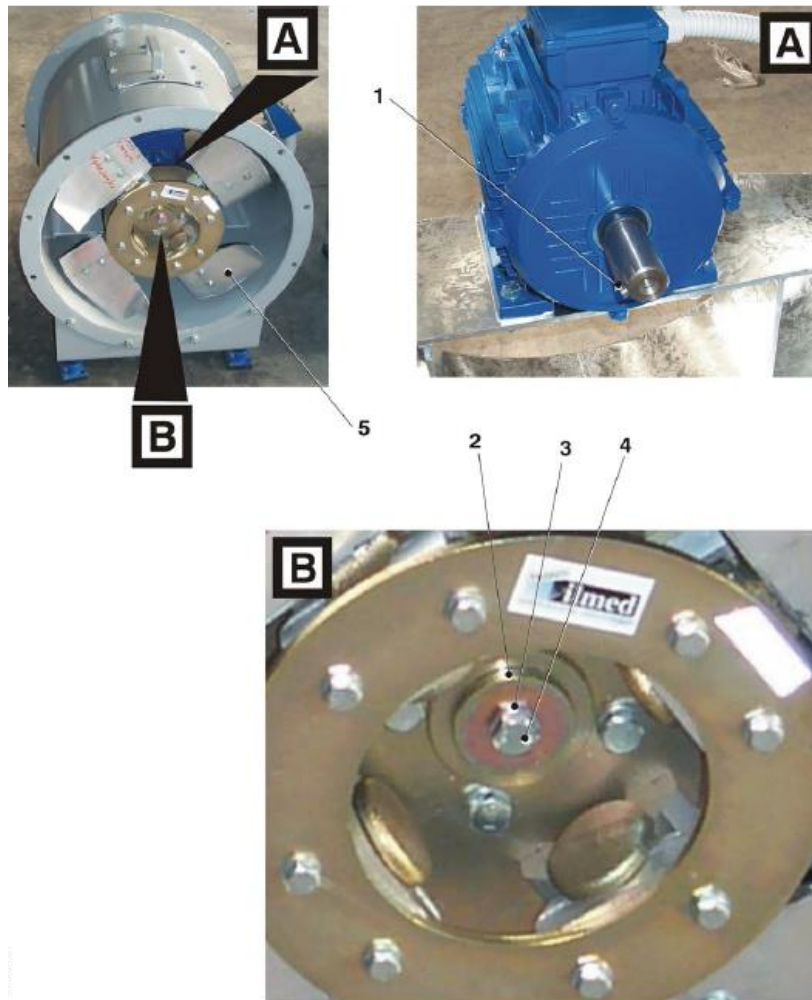

Figure 2-2: Montage de l'hélice pour les ventilateurs de modèle CFF / GFF-08 / LFF.
5. Soulevez la roue (5, figure 2-2) et insérez-la sur l'arbre d'accouplement.
6. Insérez la clé (1) de l'arbre.
7. Fixez l'hélice sur l'arbre d'entraînement à l'aide de la grande rondelle (2), de la petite rondelle (3) et de la vis (4).
1. Installez l'arbre d'entraînement (1, Fig. 2-2) à l'intérieur des deux supports de palier (2), chacun avec la paire de vis et de rondelles (3) correspondante. Si l'unité a été fournie avec un VERROUILLAGE UNIQUE, installez celui-ci en prenant soin de respecter les indications données sur l'unité concernant le "côté poulie" et le "côté hélice".
2. Verrouillez le paquet de poulies (5) sur l'arbre d'entraînement ou le monobloc (2) en insérant la douille conique (6) et en la fixant ensuite avec les deux vis (7).
3. Fixez le paquet de poulies (5) sur l'arbre d'entraînement (1) à l'aide de la rondelle et de la vis (8).
4. Placez le moteur électrique (9) en position, monté sur son support (10) et fixez-le à la base du ventilateur (11) à l'aide des quatre écrous (12).